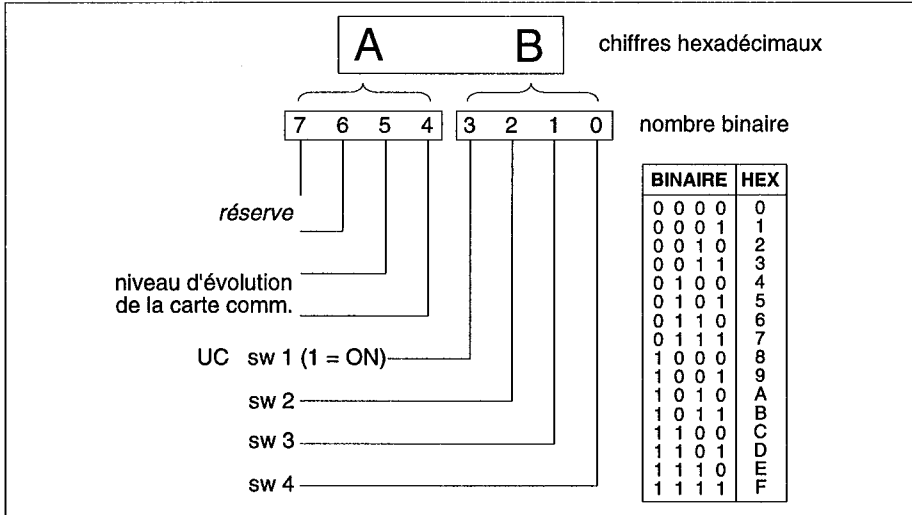

Figure 7-6 Code de révision de la carte de communication & de diagnostic des commutateurs
- 4 **Révision de la carte de communication et commutateurs.** Deux chiffres hexadécimaux vous indiquent le niveau d'évolution de la carte (bits 5, 4) et l'état des quatre commutateurs de fonction de l'unité centrale (bits 3 à 0), voir figure 7-6. Vérifiez que ces valeurs correspondent à l'équipement. Les commutateurs 1, 2, et 4 doivent être mis sur OFF, pour permettre un POST complet et l'impression des résultats.